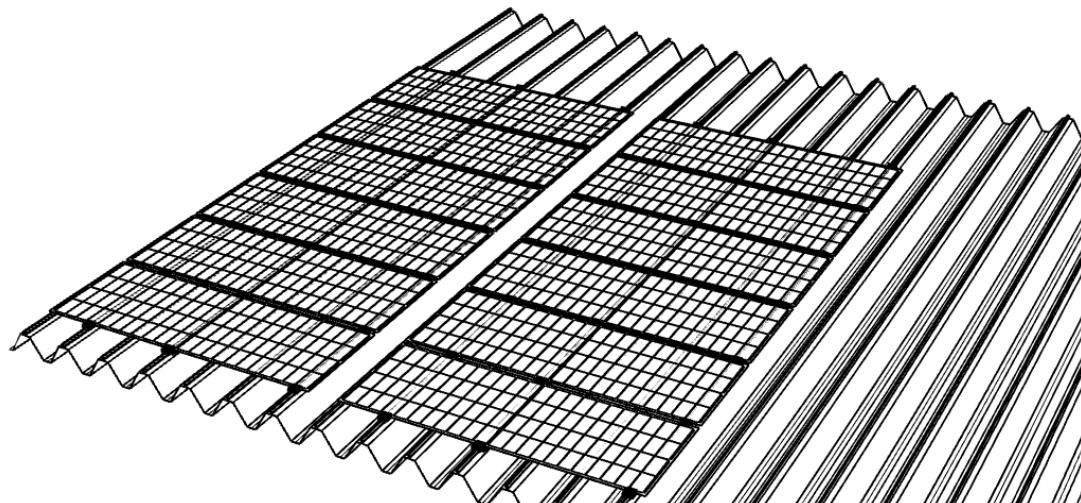

図 12
- 二列目の製品の取り付けは、一列目の取り付け方法を参考にしてください。その後、三列目、四列目……と順番に製品を取り付けてください。すべての製品の取り付けが完了するまで続けてください (図 12)。